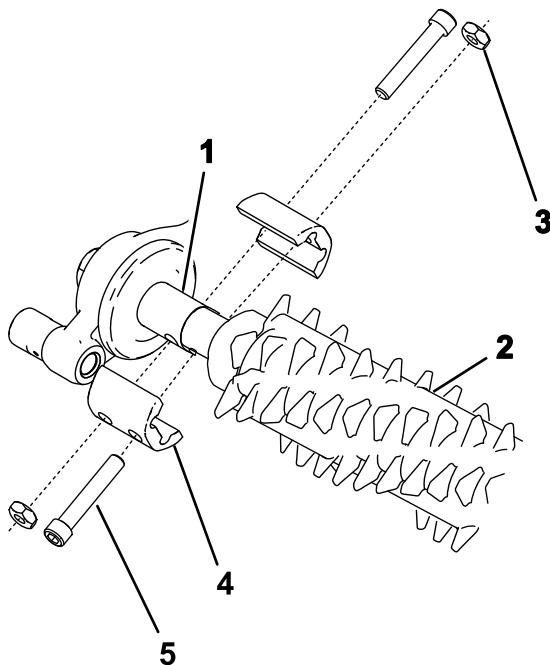

Figura 16
2. Alinee el conjunto de groomer con los ejes de transmisión de la caja de transmisión del groomer y de la polea tensora (Figura 16).
3. Fije el gromer a la máquina, tal y como se muestra en la Figura 16 y apriete los pernos.